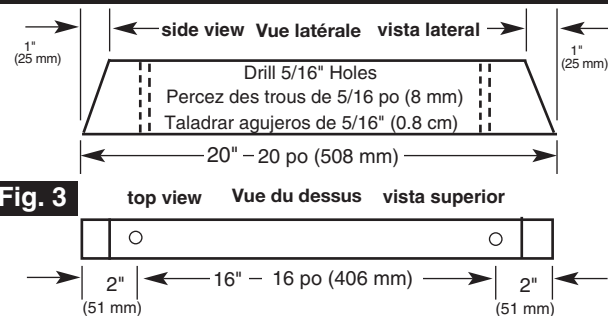

Fig. 3
- Saw and drill two 2" x 4" x 20" supports as indicated in (Fig. 3). Attach four swing hangers to the supports using 5/16" flat washers and loc nuts.
- Sciez et percez deux supports de 2 x 4 x 20 po (50 mm x 100 mm x 500 mm) comme indiqué dans la (Fig. 3). Fixez quatre crochets de balançoire aux supports en utilisant des contre-écrous et des rondelles plates de 5/16 po (8 mm).
- Serruchar y taladrar dos soportes de 2" x 4" x 20" (5.1 cm x 10.2 cm x 50.8 cm) como se indica en la (Fig. 3). Unir cuatro colgadores para columpio a los soportes, utilizando arandelas planas de 5/16" (0.8 cm) y contratuercas.